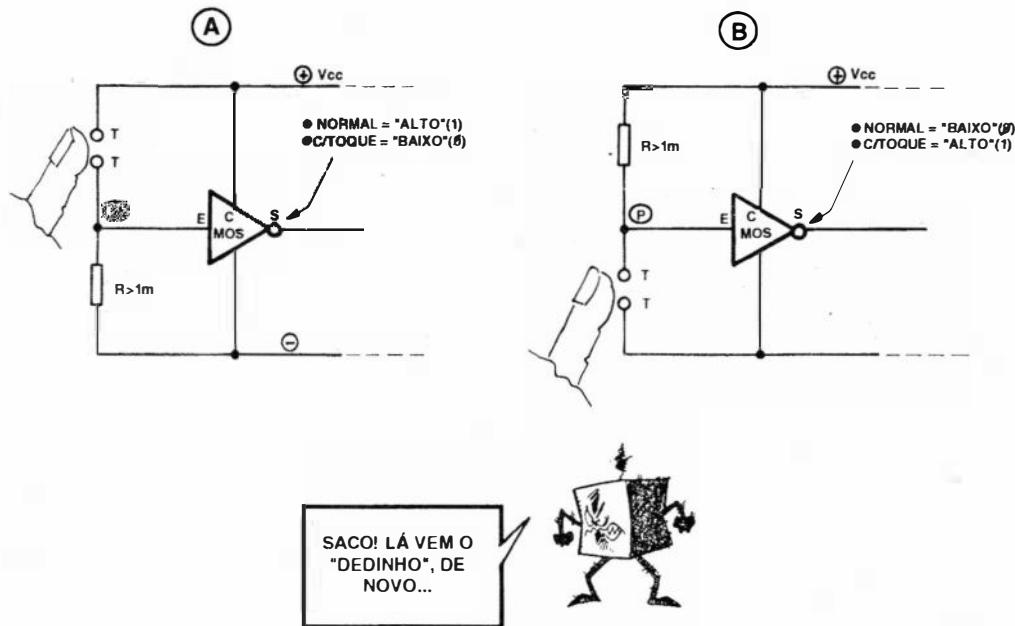

FIG. 3
- FIG. 3 - SIMPLES COMANDOS DIGITAIS DE TOQUE, UTILIZANDO GATES C.MOS - Um ser humano é “feito”, basicamente, de... ÁGUA! Se o corpo de uma pessoa, pesando 80 quilos, pudesse ter eliminada toda a sua água instantaneamente, restaria um “montículo” de partículas sólidas que caberia
- Outra coisa: mesmo as Entradas efetivamente **utilizadas** para dados digitais a serem aplicados aos *gates* ou *blocos*, não podem permanecer, em **stand by** (na “espera” de dados digitais...), em “aberto” (sem polarização CC). Conforme vemos nos diagramas da fig. 3, não importando se os dados que chegarão venham como “estados altos” ou “baixos”, previamente a Entrada deverá estar recebendo uma polarização (se “baixa” ou se “alta”, dependerá da estrutura lógica do bloco, do circuito e da função...) via resistor(es) dimensionados especificamente...